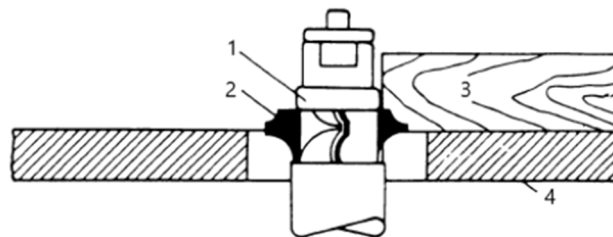

Figura 8
2. O uso do colar acima do cortador, figura 8, oferece a vantagem de o corte não ser afetado por pequenas variações na espessura do material. Entretanto, o corte não é visível durante a operação. Outra vantagem é que o levantamento acidental da peça de trabalho não causará danos à mesma. Basta corrigir o erro repetindo a operação.